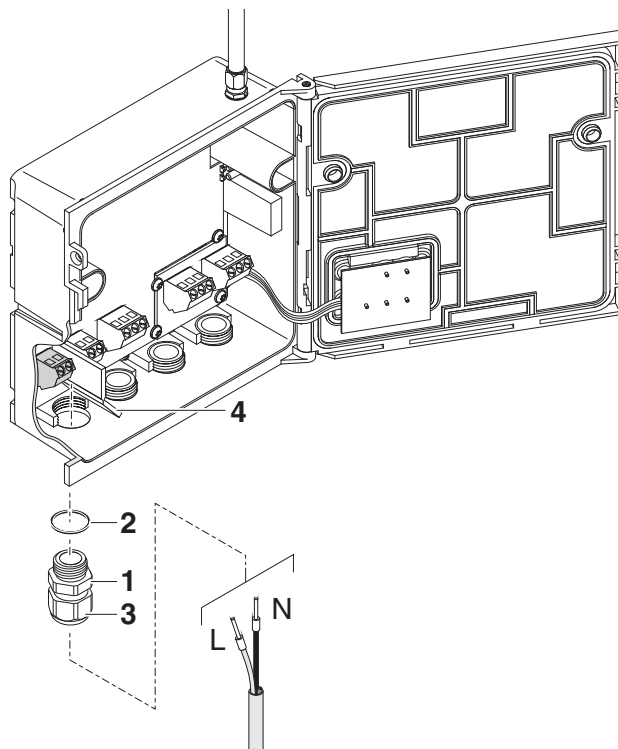

Bild 3-8 Netzzuleitung einführen.
- 6 Eine Kabelverschraubung (Pos. 1 in Bild 3-8) mit Dichtring (Pos. 2) in das Gehäuse unterhalb des Netzanschlusses einschrauben.